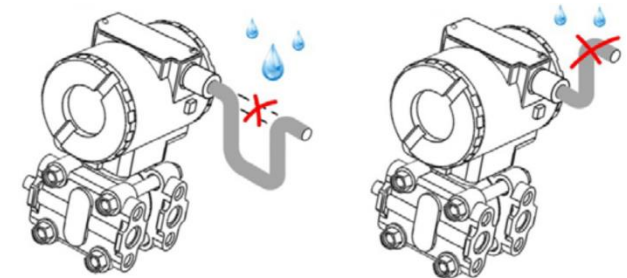

Рисунок 7. Правильная (слева) и неправильная (справа) прокладка кабеля датчика.
5.5. Не допускается попадание влаги внутрь корпуса. После завершения монтажа крышки датчика необходимо закрутить до упора для обеспечения надежного уплотнения. При прокладке питающих и сигнальных линий следует исключить возможность попадания конденсата на кабельный ввод датчика (см. рис. 7.). Если для подключения прибора используется только один кабельный ввод, то неиспользуемое вводное отверстие должно быть закрыто заглушкой из комплекта изделия.